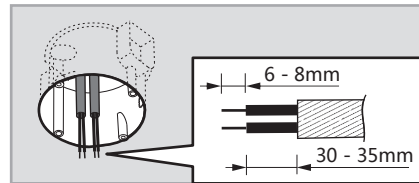

FIG.10
- Retirer les câbles AC dans la boîte de raccordement de norme européenne et dénuder entre 6-8mm pour faciliter le câblage (Voir FIG.10).